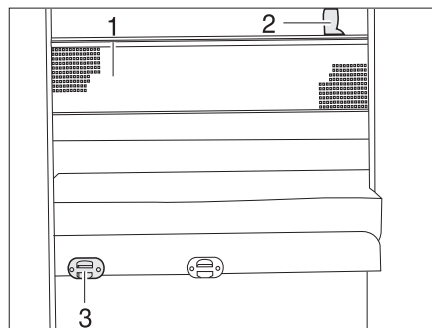

Fig. 170 Filet de sécurité
- Accrocher l'échelle de montée par les longerons sur le bandeau (Fig. 170,3) installé sur le cache.
Le filet de sécurité (Fig. 170,1) de série est rangé entre le matelas et le sommier à lattes. Ne tendre le filet de sécurité qu'une fois que la personne se trouve dans le lit.
- Faire s'enclencher les sangles de retenue (Fig. 170,2) dans les œillets du plafond.